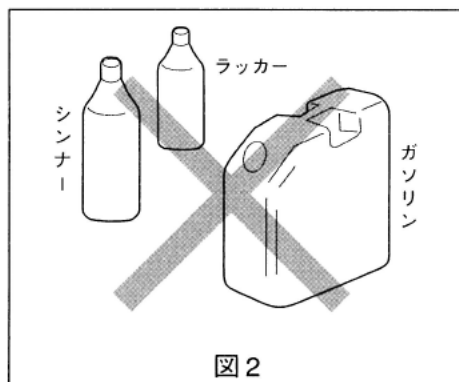

図2
- 引火性の液体の近くや、ガスなど爆発性の雰囲気での作業は絶対にしないでください。（図2）